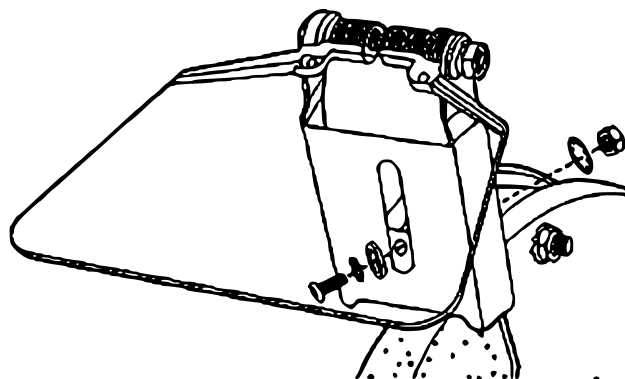

Abbildung 1
3. Schrauben Sie eine Schraube **(5a)** durch den Funkenschutzschlitz **(5)** und das Loch an der Scheibenschutzoberseite **(6)** (siehe Abb. 1).